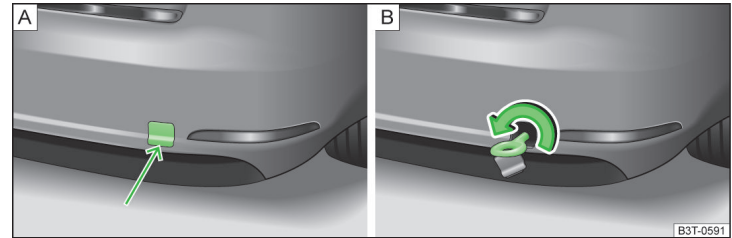

Abb. 186 Ausbau der Abdeckkappe / Einbau der Abschleppöse
- Auf den unteren Bereich der Abdeckkappe im hinteren Stoßfänger drücken » Abb. 186 - **A** und diese herausnehmen.
- Die Abschleppöse nach links bis zum Anschlag einschrauben » Abb. 186 - **B** und diese so fest wie möglich anziehen. Für das Festziehen empfehlen wir, z. B. den Radschlüssel, die Abschleppöse eines anderen Fahrzeugs oder einen ähnlichen Gegenstand zu verwenden, der durch die Öse gesteckt werden kann.